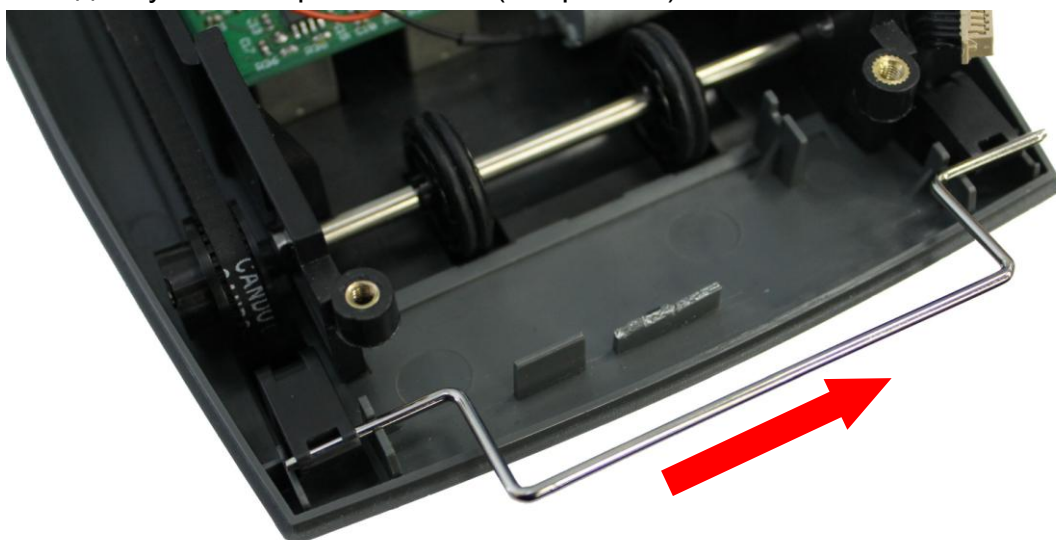

Рис. 8.8
- сдвинуть ось вправо и снять (см. рис.8.8).